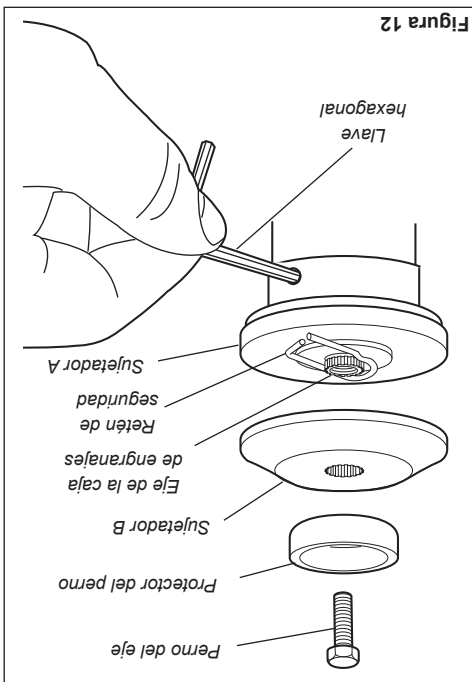

Figura 12
1. Alinee la muesca en el Soporte A con la muesca correspondiente en el borde de la caja de engranajes y luego asegure temporalmente el eje de salida insertando la llave hexagonal a traves de ambas muescas. Consulte la figura 12.